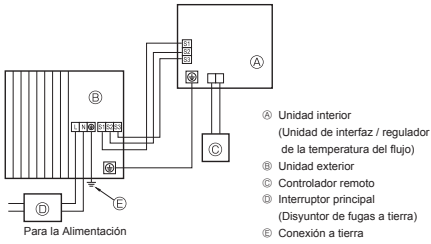
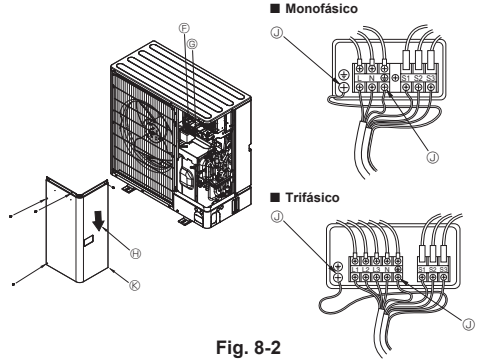

Fig. 8-1
Fig. 8-2
8.1. Unidad exterior (Fig. 8-1, Fig. 8-2)
- ① Extraiga el panel de servicio.
- ② Tienda los cables de acuerdo con la Fig. 8-1 y Fig. 8-2.